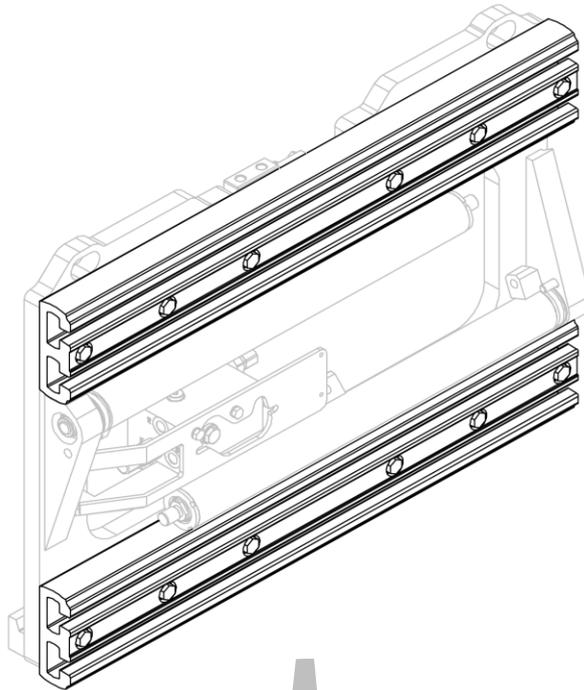
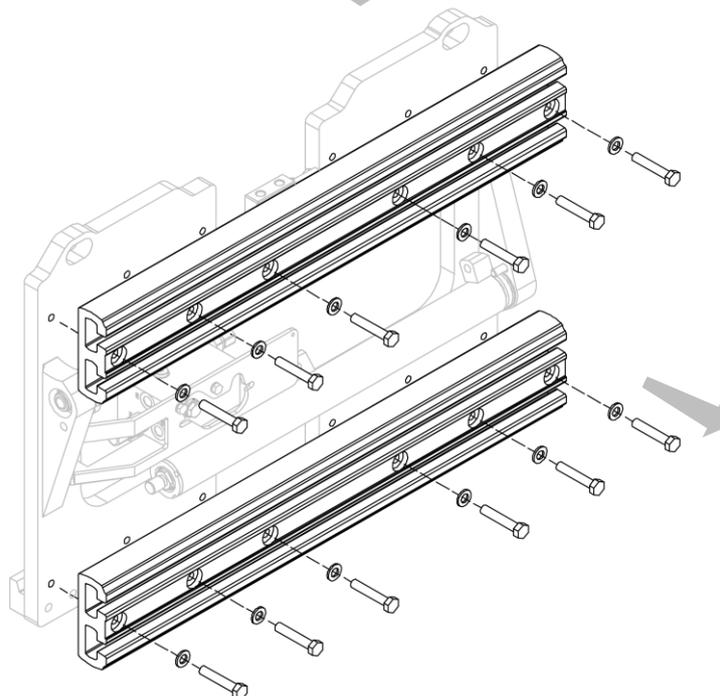

Abbildung 28
Abbildung 29
2. Entfernen Sie nacheinander die Aluminiumprofile, nachdem Sie die entsprechenden Schrauben gelöst haben (siehe *Abbildung 28* und *Abbildung 29*).